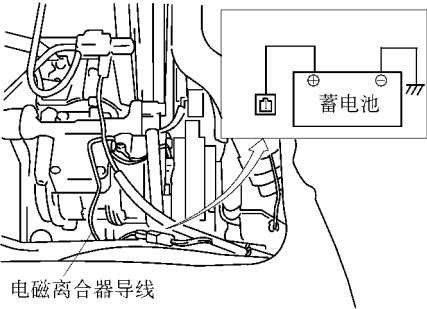

图 19-30
3) 将正极（+）导线从蓄电池连接到电磁离合器接插件的端子上，将负极（-）等线连接到车身接地处，如图 19-30 所示。